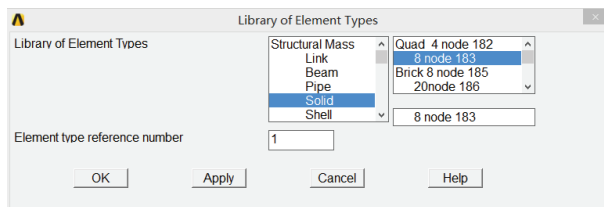

图 3-90 单元类型列表对话框
1) 选择 Main Menu | Preprocessor | Element Type | Add/Edit/Delete 命令, 出现 Element Types 对话框, 单击 Add 按钮, 出现 Library of Element Types 对话框, 在 Library of Element Types 列表框中选择 Structural Solid, Quad 8 node 183, 在 Element type reference number 输入栏中输入 1, 如图 3-90 所示。